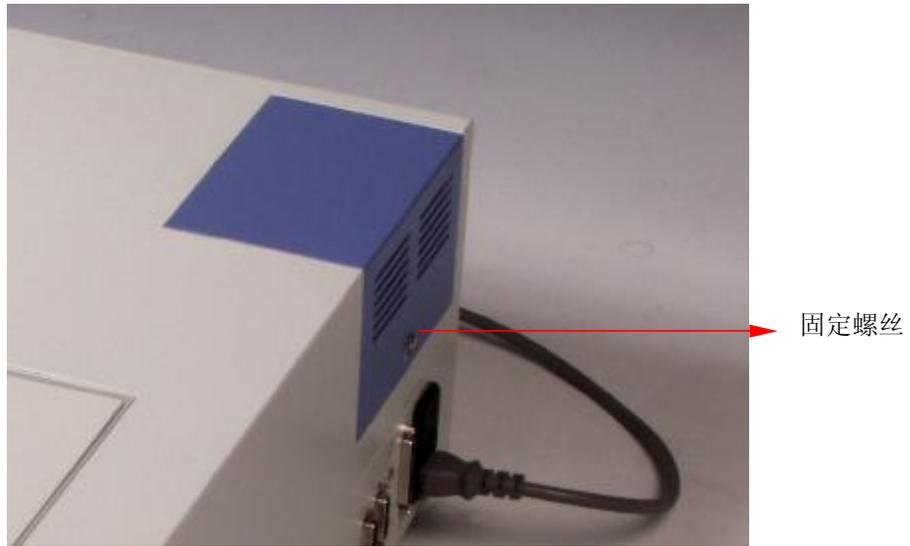

图 4-8 拆装光源室盖板
- (1) 关闭电源开关（切换到 OFF 位置），然后等待光源灯部分充分冷却。
- (2) 拆下光源室盖板的固定螺丝，取下光源室盖板。（参照图 4-8）
- (5) 装上光源室盖板。（参照图 4-8）